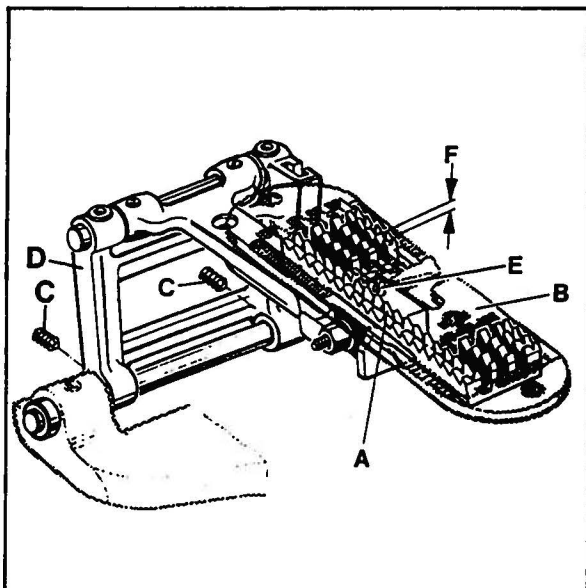

Fig. 15
The lower feed dog (A, Fig. 15) should center laterally in the slots of throat plate (B). If an adjustment is necessary, loosen the two (set) screws (C) and move feed rocker (D) to the left or right as required. Retighten (set) screws.
At highest point of feed travel the rear teeth of the feed dog (A, Fig. 15) should just project their full depth (F) above the top surface of throat plate.
Der untere Transporteur (A, Fig. 15) muß in den Schlitzen der Stichplatte (B) seitlich vermittelt sein. Ist eine Einstellung notwendig lösen Sie die beiden (Gewinde) Schrauben (C) und schieben den Transportantriebsrahmen (D) nach Bedarf nach links oder rechts. Ziehen Sie die (Gewindestifte) Schrauben wieder an.
Im höchsten Punkt der Transportbewegung sollen die hinteren Zähne des Transporteurs (A, Fig. 15) gerade eine Zahnhöhe (F) über die Stichplattenoberfläche ragen.